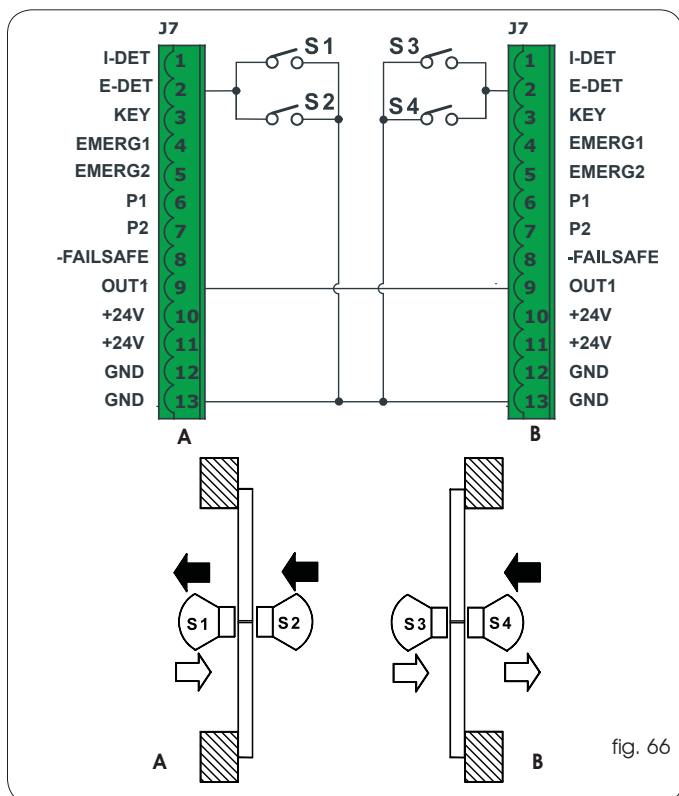

fig. 66
- Réaliser les connexions entre les borniers J6 des deux platines et des détecteurs d'après la fig.66.